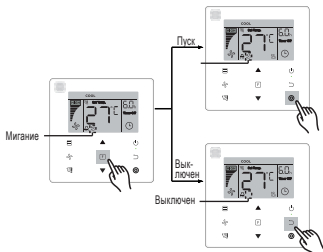

Рисунок 6.13
- Включение/выключение **бесшумного режима**: нажмите кнопку **F** (функция) для переключения на функцию «**Silent**» (значок «» мигает). Затем нажмите кнопку  (подтверждение) для включения функции или кнопку  (отмена) для выключения функции (см. Рисунок 6.13).